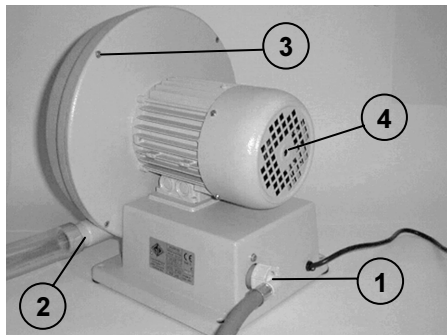
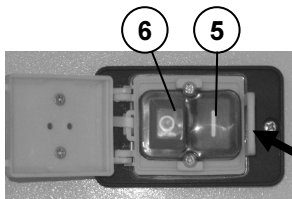
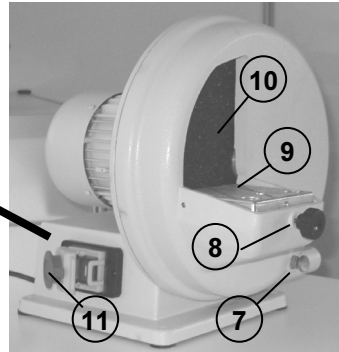

Abb. 1
Abb. 2a
Abb. 2b
- a) Schlauch zum Wasseranschluß auf den Gewindestutzen (1 in Abb. 1) an der Geräterückseite stecken - nur Modell TRIM-1
- b) Schlauch zum Restwasserablaß auf den entsprechenden Anschluß (2 in Abb. 1) stecken - nur Modell TRIM-1 - und das andere Schlauchende in eine Abscheidewanne einführen oder das
- c) Absaugsystem (Gebrauchsempfehlung AIR-BOX DE GIORGI) auf den entsprechenden Anschluß (2 in Abb. 1) stecken - nur Modell TRIM ECO DISK
Zum Einschalten des Geräts die Taste "I" (5 in Abb. 2a) betätigen.
Nach dem Gebrauch muß das Gerät durch Drücken der Taste "O" (6 in Abb. 2a) über den Not-Aus-Taster (11 in Abb. 2b) auf OFF gestellt werden. Den Not-Aus-Taster dann in Schließposition verriegeln (Abb. 3°).
Das Gerät ist zum Einsatz in zahntechnischen Labors konzipiert. Die zur Aufnahme des Werkstücks vorgesehene Platte (9 in Abb. 2b) lässt sich über drei Bohrungen durch den Feststellknopf (8 in Abb. 2b) in drei Bearbeitungswinkel schwenken ($90^\circ \pm 10^\circ$).
- Beim Betrieb des Gerätemodells TRIM ECO DISK muß der Schleifstaub durch die Absauganlage am Anschluß (2 in Abb. 1) entsorgt werden. Der Hersteller empfiehlt das Absaugsystem AIR-BOX DE GIORGI.
- a) Grüne Starttaste (5 in Abb. 2a)
- b) Rote Stopptaste (6 in Abb. 2a)
- c) Not-Aus-Taster (11 in Abb. 2b)
Zum Einschalten des Geräts mit der Starttaste (5 in Abb. 2a) muß der Not-Aus-Taster (11 in Abb. 2b) aus der Schließposition (Abb. 3a) durch Schieben in der am Taster gezeigten Pfeilrichtung ausgerastet werden.
Beim Einschalten des Geräts wird die Wasserzufuhr vom Anschluß (1 in Abb. 1) betätigt. Die Regelung der Wassermenge erfolgt durch den vorderen Hahn (7 in Abb. 2b) (nur Modell TRIM-1).
- durch den Not-Aus-Taster (11 in Abb. 2b), womit die Stromversorgung des Geräts unterbrochen wird